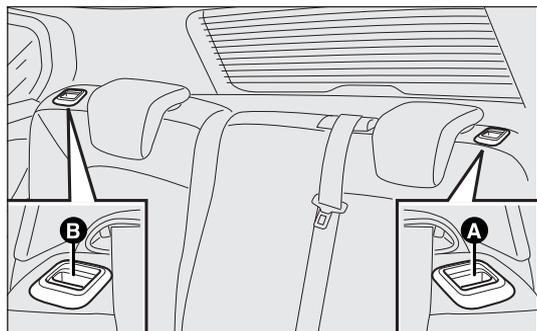

fig. 101
- actionner les poignées A ou B-fig. 101 pour déverrouiller respectivement la partie gauche ou droite du dossier et accompagner le dossier sur le coussin.
- soulever les poignées A et B-fig. 101 pour déverrouiller les dossiers et les accompagner sur le coussin.